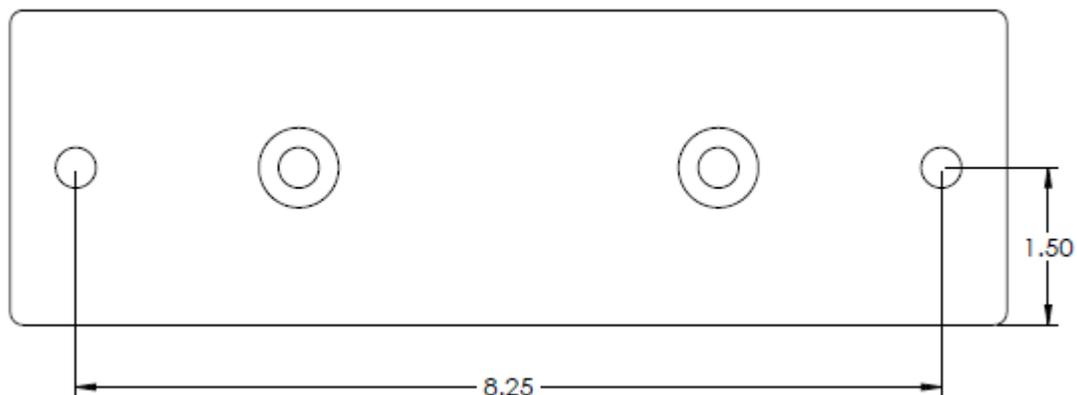

Figura 2-1 Lugares para los orificios de los tornillos de los soportes de montaje (2)
2. El soporte de montaje viene con el retractor y tiene (2) dos orificios de montaje (en la parte superior e inferior del retractor) como se muestra en la Figura 2-1. Utilice los orificios de montaje como guía para determinar las posiciones para instalar los sujetadores en la estructura sobre la que se instalará el retractor.